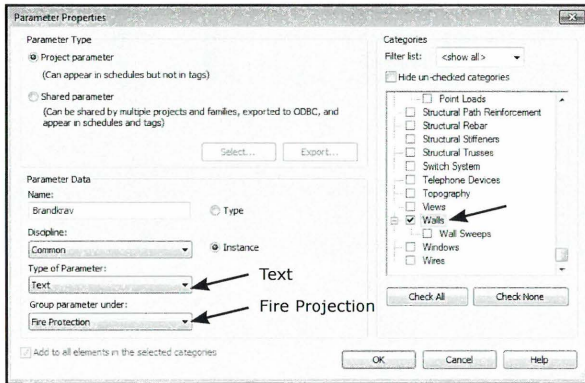

Fig. 13.03. I Parameter Properties vælges Walls, Text og Fire Projection.
- I *Parameter Properties*, vælges *Text* under *Type of Parameters* (Fig. 13.03).
- Under *Categories*, vælges *Walls* (Fig. 13.03).